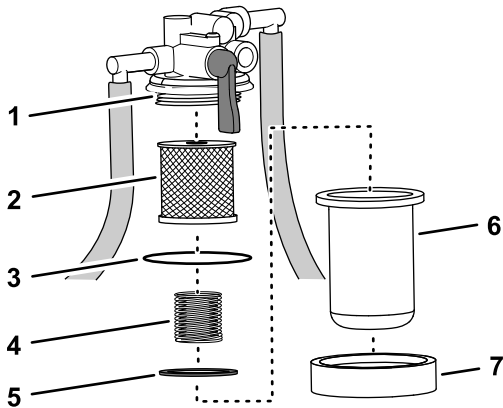

Figure 71
cuvette et déposez la cuvette de la tête du filtre (Figure 71).
2. Montez l'élément filtrant sur la tête du filtre ; voir Figure 71 sous Retrait de l'élément filtrant \(page 59\).
3. Montez le ressort et le flotteur dans la cuvette du filtre à carburant ; voir Figure 71 sous Retrait de l'élément filtrant \(page 59\).
4. Montez la cuvette assortie de son écrou sur la tête du filtre et serrez l'écrou à la main ; voir Figure 71 sous Retrait de l'élément filtrant \(page 59\).